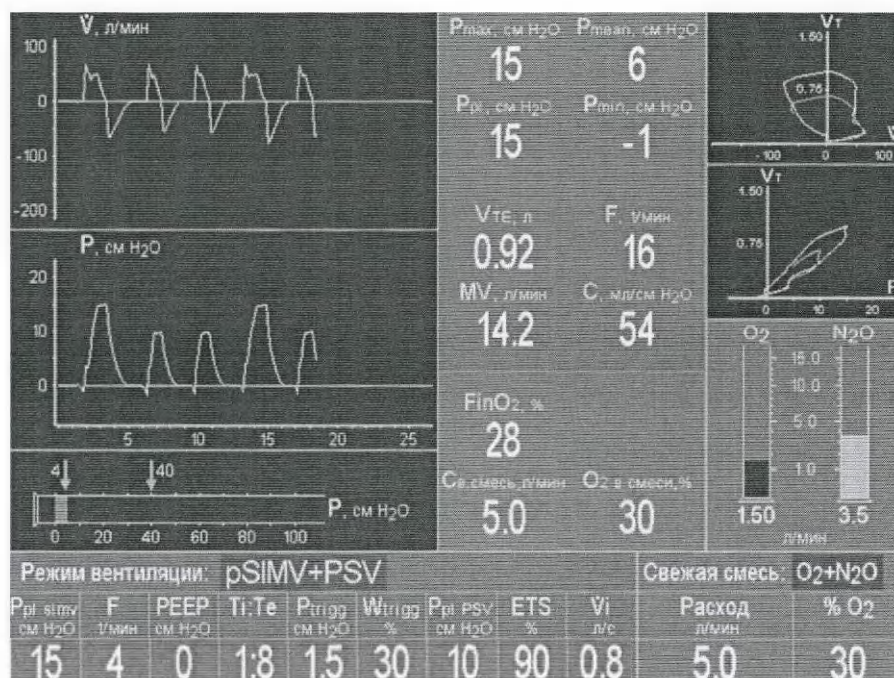

Рисунок 28 – Пример индикации на экране интегрированного монитора в режиме pSIMV+PSV
- режим pSIMV+PSV – формирование аппаратных вдохов с управлением по давлению и поддержкой самостоятельных вдохов пациента в режиме PSV (см. рис. 28);